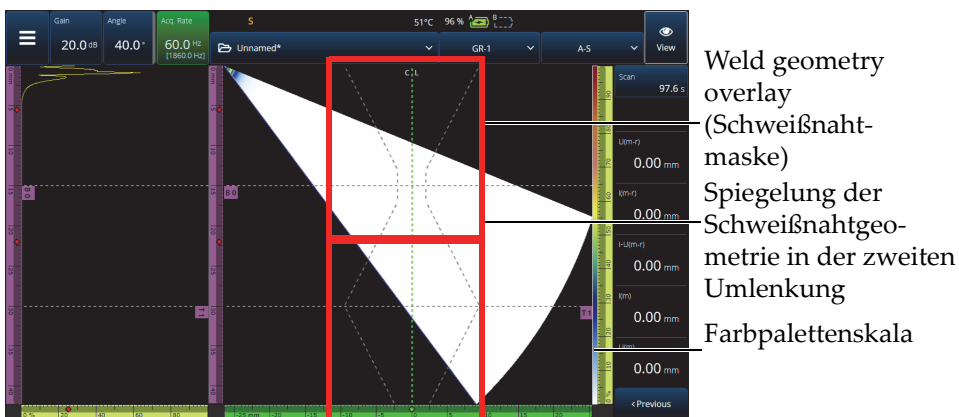
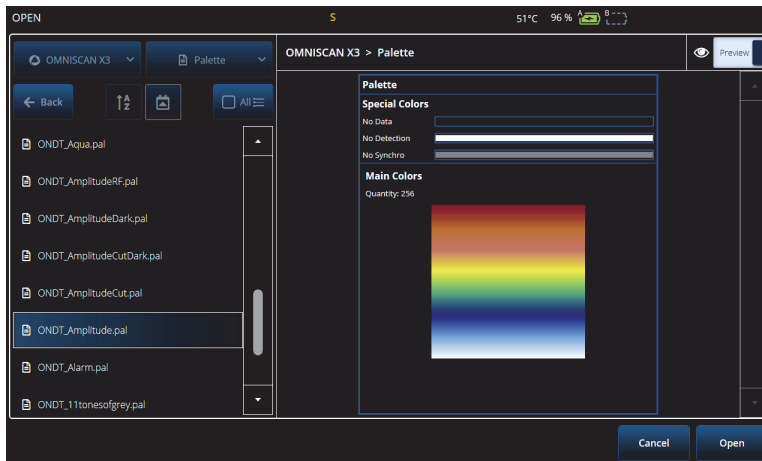

Abbildung 2-57 V-Offset weld geometry overlay (Schweißnahtmaske für Tulpe mit Gegenlage)
Abbildung 2-60 Color palette selector (Farbpalettenauswahl)
Wenn das Prüfteil eine Maske enthält (Schweißnaht oder Anwendungsspez.), kann die Sichtbarkeit der Maske umgeschaltet werden. Die Schweißnahtmaske ist eine Zeichnung von der Schweißnahtgeometrie oder Ihrer ausgewählten Zeichnung, die auf die S-Bild-Ansicht gelegt wird. Diese Funktion kann zur Visualisierung, wo sich Indikationen relativ zum Prüfteil oder zur Schweißnahtgeometrie befinden, hilfreich sein (Abbildung 2-57 auf Seite 116). Die Maskenreflexion (um die zweite Umlenkung, dritte Umlenkung etc.) kann im **Menu** > **Display** > **Overlay** > **Multiple Legs** (Menü > Anzeige > Maske > Mehrere Umlenkungen) im ein- und ausgeschaltet werden.
- ◆ Tippen und halten Sie die Farbpalette (das Lineal/die Skala auf der rechten Seite von Abbildung 2-57 auf Seite 116) und wählen Sie dann **Load** (Laden). Überprüfen Sie die verfügbaren Farbpaletten und tippen Sie auf **Open** (Öffnen), um die Palette zu ändern (Abbildung 2-60 auf Seite 120).
- ◆ Drücken Sie lange auf die Farbpalettenskala (rechts abgebildet in Abbildung 2-57 auf Seite 116) und wählen Sie **Restore Default Palette** (Standardpalette wiederherstellen) [siehe Abbildung 2-62 auf Seite 122].